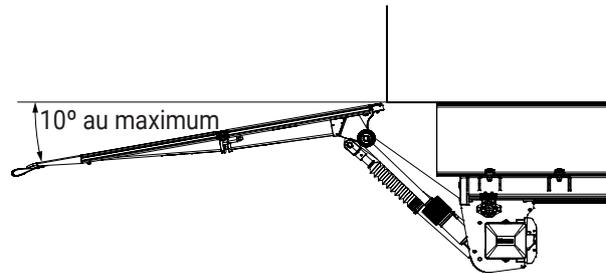

Figure 31. Ajustement de l'angle d'inclinaison sous le plan horizontal à 10° maximum
8. Inclinez la plate-forme à 10° au maximum sous le plan horizontal. Voir Figure 31.